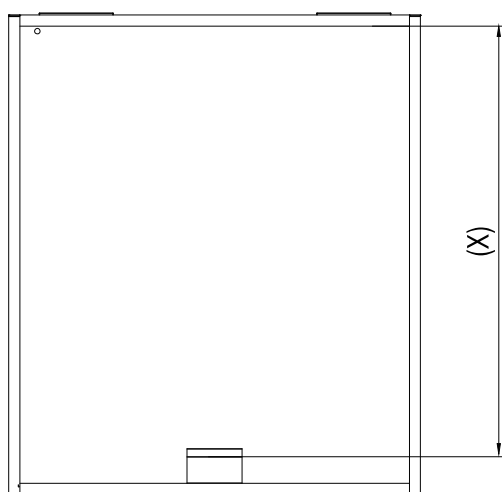
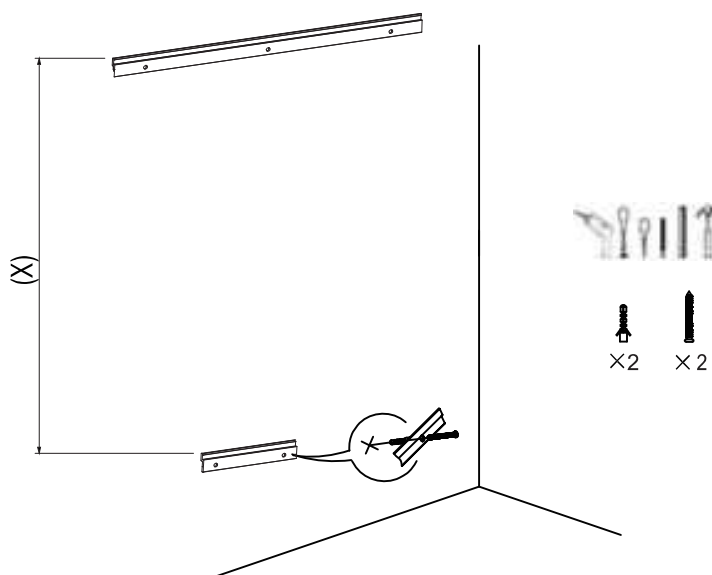

Fig. 3
Fig. 4
- 2.1 Mida con la cinta métrica la distancia entre las dos barras de aleación de aluminio es (x- 3) MM(Fig3.) Repita la operación como se muestra en 1.2-1.4(Fig.4)